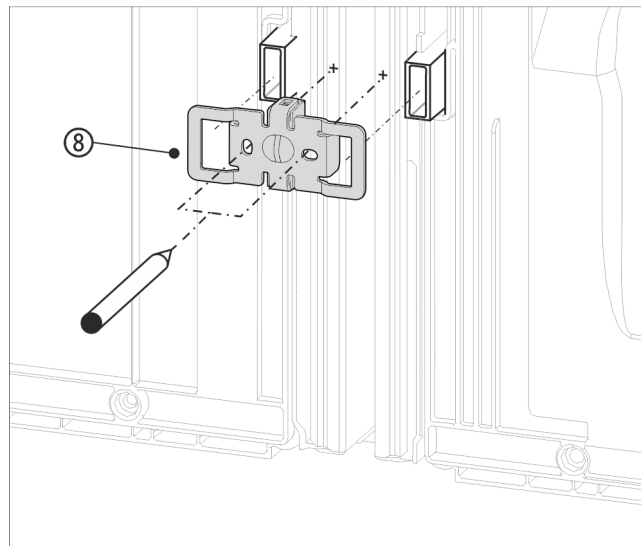

Fig. 17 Atvaizdo pavyzdys
- ▶ Įstumkite kampuočių Fig. 17 (8) su angomis virš atstumo iki sienos nustatančios detalės laikiklio.